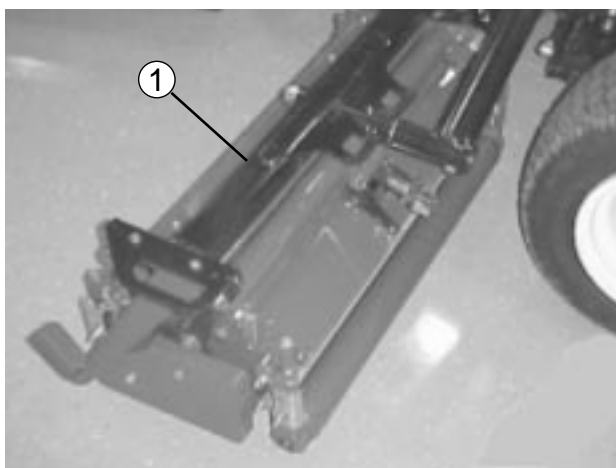
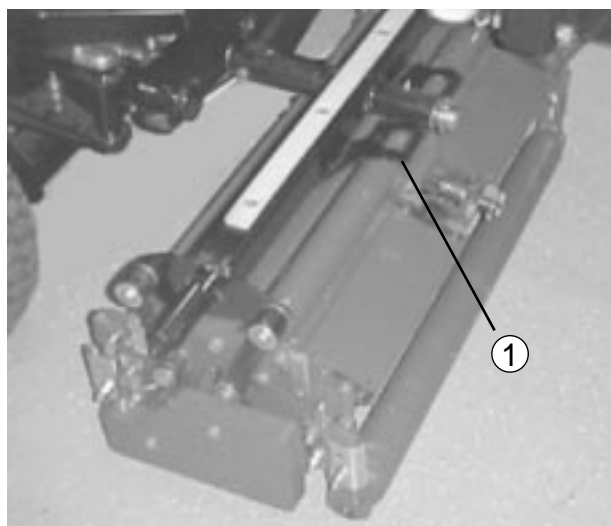
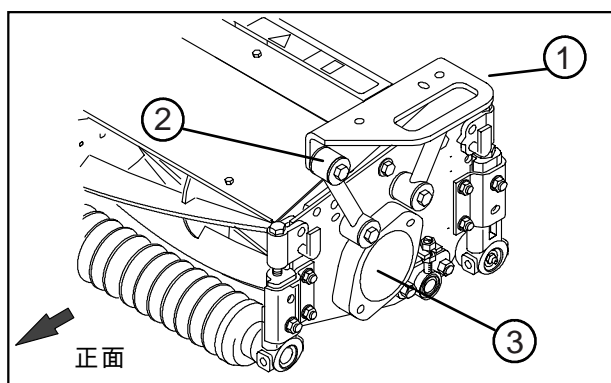

図 16
図 17
図 18
カッティングユニットにキャリア・フレームを取り付ける（図16～18）
2. 前キャリア・フレーム（図16）を各前カッティングユニットに載せ、取り付け穴を取り付けリンクに合わせる（図18）。
3. 後キャリア・フレーム（図17）を後カッティングユニットに載せ、取り付け穴を取り付けリンクに合わせる（図18）。
4. キャップスクリュー（3/8-16×2-1/4）、平ワッシャ2個、ロックナットを使用して、取り付けリンクとキャリア・フレームを連結する（図18）。リンク両側にワッシャを1枚ずつ使用し、4.3kg.mにトルク締めする。
3. 残りのカuttingユニットについても、ベアリング・ハウジングに取り付けてある出荷用のプラグを取り外す（図18）。